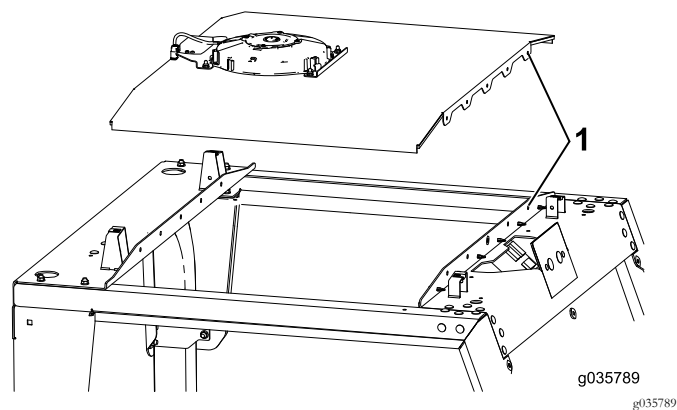

Bild 4
2. Setzen Sie die Decke auf die Maschine und fluchten Sie die Nietenlöcher in der Decke mit den Nietenlöchern an der Maschine aus (Bild 4).